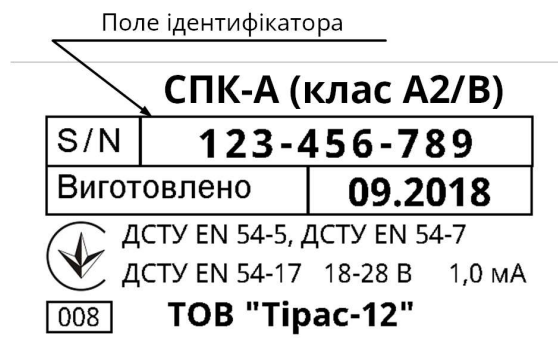

Рисунок 3 – Фірмова етикетка сповіщувача
5.6 Реєстрація (приписка) сповіщувача в СПСА можлива в автоматичному або ручному режимі. При автоматичному пошуку СПСА формує список з усіх змонтованих компонентів, після чого, використовуючи підсилену індикацію, їх необхідно розподілити в зони. При ручній приписці використовується ідентифікатор (серійний номер) сповіщувача, що записаний на фірмовій етикетці сповіщувача (рисунок 3). Для ручної приписки необхідно обрати зону та задати ідентифікатори сповіщувачів, які фізично змонтовані в даній зоні. СПСА виконає пошук за вказаними ідентифікаторами. Детально процедура реєстрації описується в настанові щодо експлуатування ААЗЧ.425521.007 НЕ на АМР/АПР. Один сповіщувач СПК-А відображається в списку та реєструється у складі СПСА як 2 сповіщувачі (відповідно до кількості каналів): тепловий та димовий. Сповіщувачі будуть мати однакові ідентифікатори з відмінностями в полі каналу, наприклад: хх:130002:0 – димовий, хх:130002:1 – тепловий, де хх – адреса пристрою розширення, 130002 – ідентифікатор з етикетки, 0 або 1 – номер каналу.